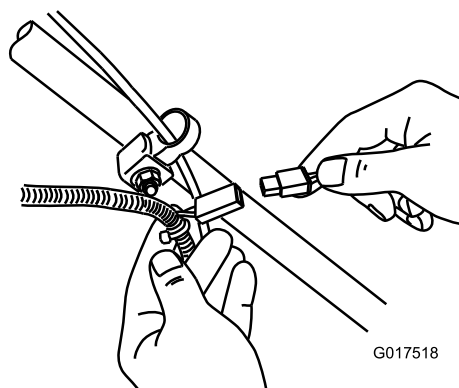

Рисунок 36
1. Подсоедините зарядное устройство к жгуту проводки, расположенному под ключом зажигания (Рисунок 36).